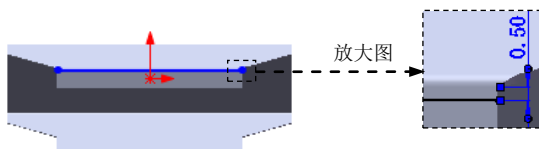

图 11.2.23 绘制的折弯线
- ② 定义折弯线草图。在草图环境中绘制图 11.2.23 所示的折弯线。